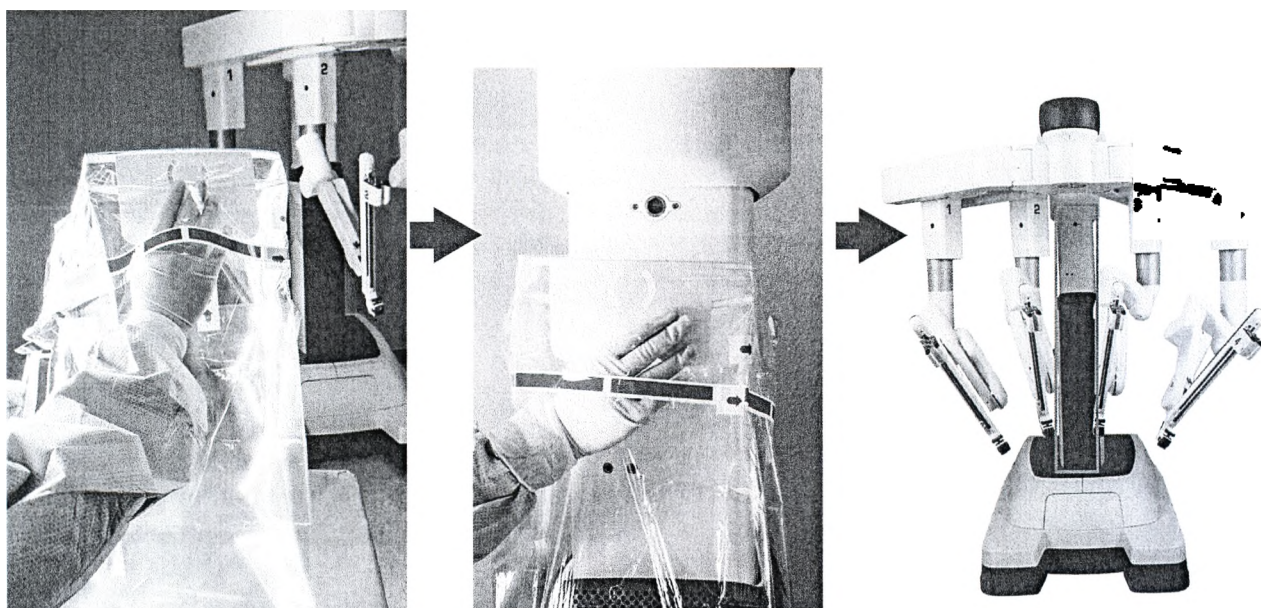

Рисунок 6.10 Возьмите драпировку и поднесите к основанию стойки
3. Возьмите драпировку так, чтобы карточка находилась за отворотом драпировки, и поднесите к центральной части основания, соблюдая меры предосторожности против контаминации (Рисунок 6.10).